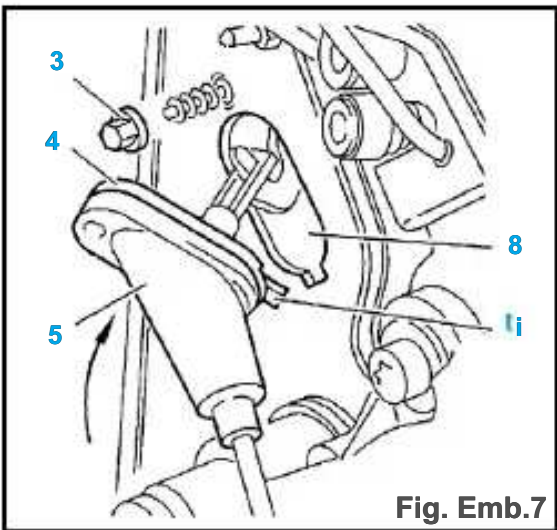

Fig. Emb.7
- Posicionar el trigo soporte de cable ensamblado (4); (5) En la cubierta (8) En no puede com- por la introducción de la espiga (tiene) (Fig.. Emb 7).
- Hacer girar el soporte de cable montado (4); (5) A raíz de la flecha.
- Apretar la tuerca (3).
- Posicionar el cable del embrague de la palanca y el soporte (2) En la caja de cambios.